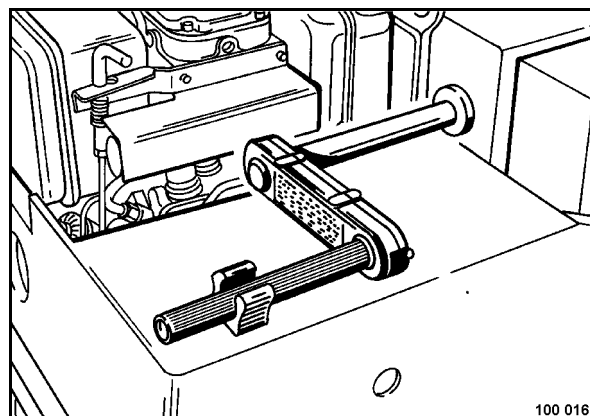

Fig. 35
- Enganchar la manivela de arranque (Fig. 35).